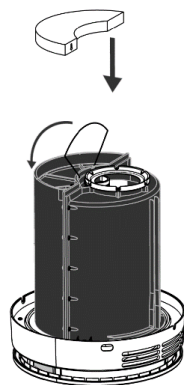

Figure 34 - Placez un nouveau filtre externe dans la centrale.
7. Remettez le couvercle intérieur en place et posez la centrale sur son couvercle. Placez un nouveau filtre dans la centrale. Veillez à insérer le filtre dans la centrale par le côté lisse (voir Figure 34 ci-dessous).